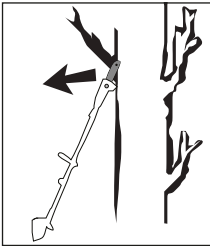

Abb. 2
- Rückschlag kann auftreten, wenn die Spitze des Schwertes **16** einen Gegenstand berührt oder wenn das Holz sich biegt und die Sägekette **17** im Schnitt festklemmt (siehe Abb. 2).